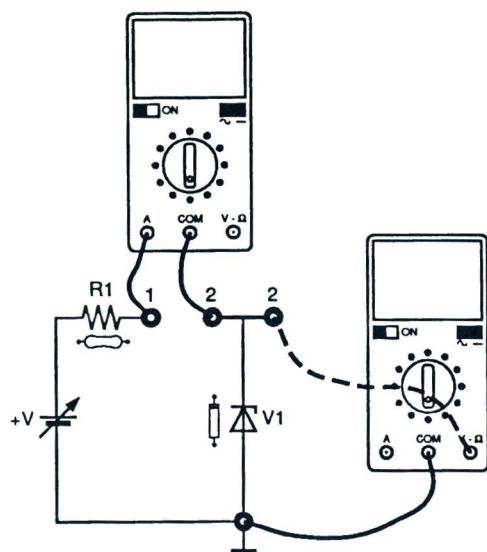

Fig. 6.2
- 4) Introducir el terminal positivo del miliamperímetro digital, preparado en corriente continua, en el casquillo 1 y el otro en el casquillo 2 (Fig. 6.2).
- 5) Introducir el terminal positivo del voltímetro digital, predispuesto en corriente continua, en el casquillo +V y el otro en el casquillo de masa (Fig. 6.2).